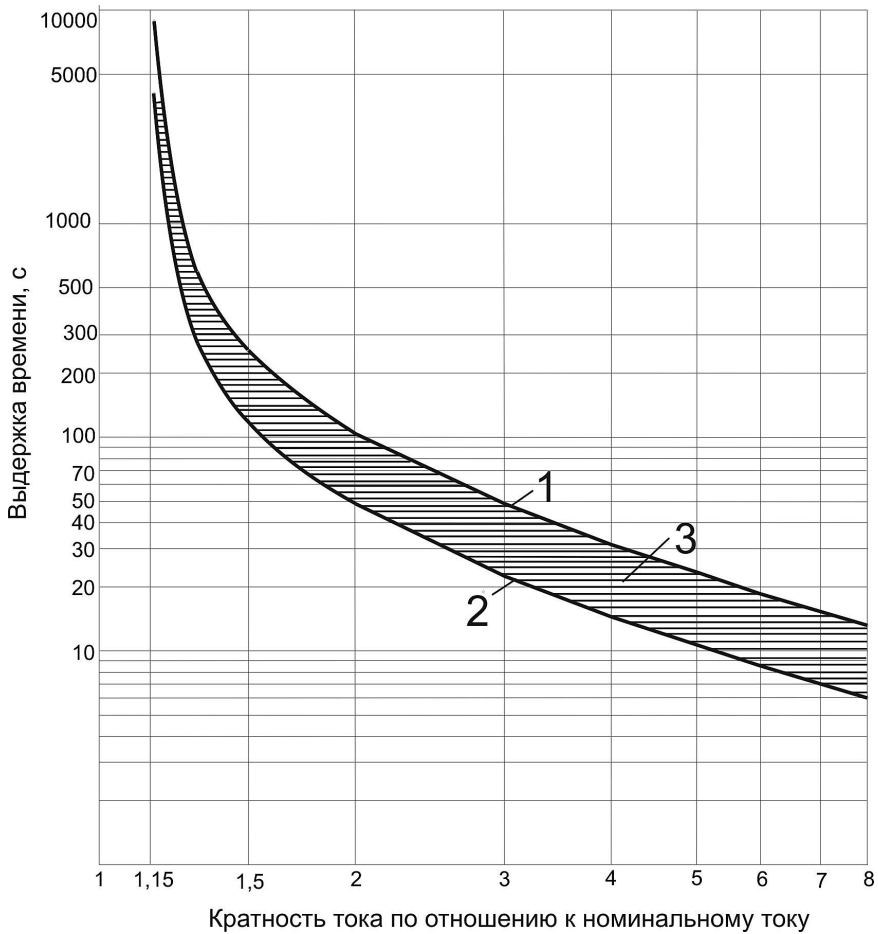

Рис. 2.1 Время-токовые характеристики реле РЭЗЭ-8 (предельные):
- при перегрузке двигателя по току	настраивается автоматически по время-токовой характеристике реле, учитывающей тепловое состояние двигателя (рис. 2.1);